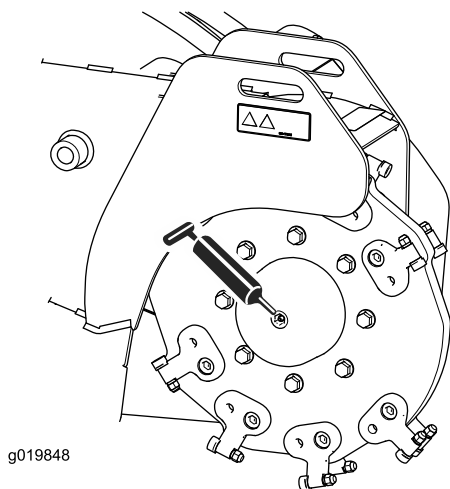
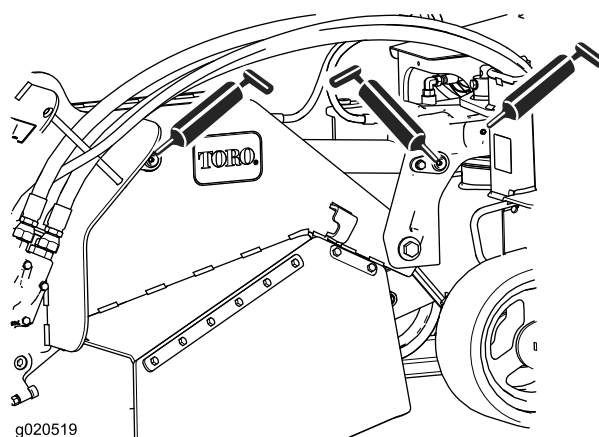

Bild 27
Bild 29
4. Setzen Sie die Fettpresse nacheinander an allen Nippeln an (Bild 27 und Bild 29).